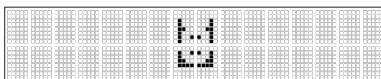

Abb. 12 Maskenmodus +X, -Y, -X Achse
**WAS:** Der Maskenmodus ermöglicht es Ihnen, den Laser in einigen Bereichen elektronisch abzuschalten, damit der Laser nicht die im obigen Absatz beschriebenen Konflikte verursacht. Der LL1505C kann den Laserstrahl in einem, zwei oder drei Abschnitten abschalten. Diese Abschnitte sind auf die Größe der Leuchtturmfenster in den vier Achsen beschränkt. Der Status des Maskenmodus wird auf dem Standard-LCD-Display der angezeigt; siehe Abb. 12.